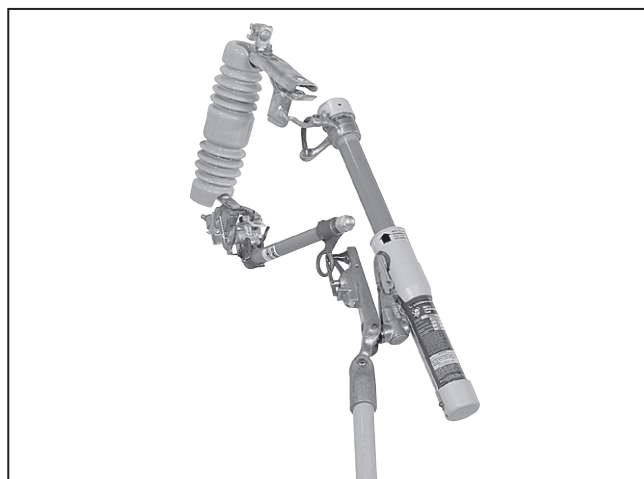

Figura 8. Ferramenta Loadbuster na posição aberta.
- PASSO 4.** Para realizar uma abertura no circuito, opere a ferramenta Loadbuster puxando-a de forma firme e constante até que ela esteja estendida em seu comprimento máximo. Ver Figura 8. Evite movimentos bruscos e hesitantes. A trava de rearme mantém a condição aberta. Geralmente, não há qualquer indicação da interrupção do circuito, porém pode ser notado um centelhamento devido à manobra no gancho do olhal e na âncora, particularmente quando estiverem sendo interrompidas correntes de carga próximas ao regime máximo da ferramenta. O único som percebido é o do gatilho da ferramenta Loadbuster.